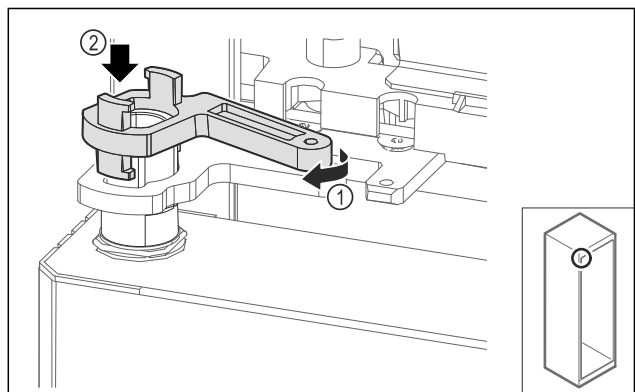

Fig. 66
- ▶ Girar ligeramente el bloqueo del soporte de cojinetes Fig. 66 (1) y colocarlo sobre el manguito Fig. 66 (2).